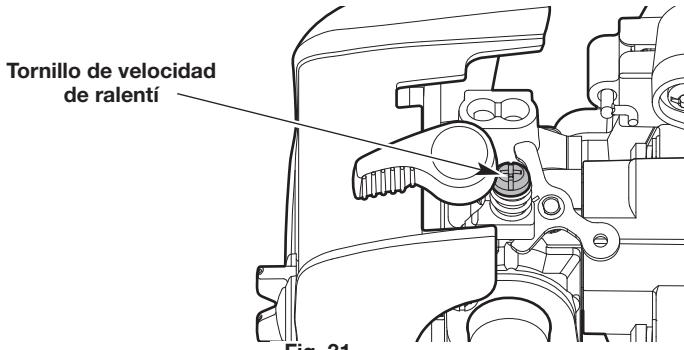

Fig. 31
- Si el motor se para, aumente la velocidad de ralentí. Use un destornillador Phillips pequeño para girar el tornillo de velocidad de ralentí en el sentido de las agujas del reloj, 1/8 de giro cada vez hasta que el motor funciona al ralentí de manera uniforme (Fig. 31).
- Si el cabezal de corte gira cuando el motor funciona al ralentí, reduzca la velocidad de ralentí. Gire el tornillo de velocidad de ralentí en el sentido contrario de las agujas del reloj, 1/8 de giro cada vez, hasta que se detenga el cabezal de corte (Fig. 31).